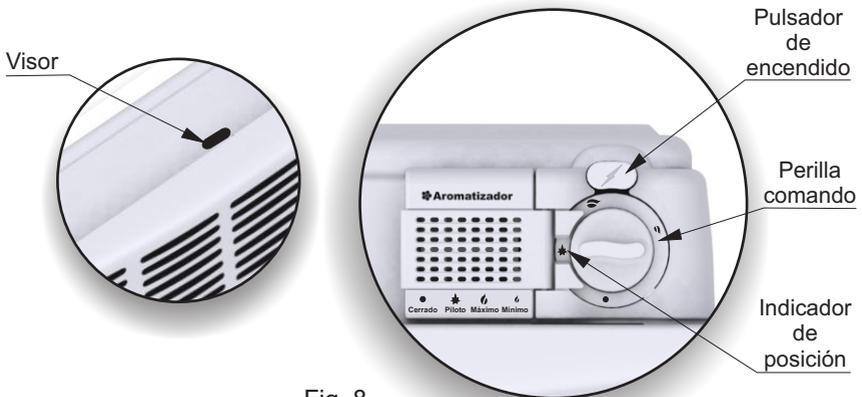

Fig. 8
INSTRUCCIONES DE ENCENDIDO (fig. 8)
- Presione a fondo la **perilla comando** (Fig.8) en la posición ● (Cerrado) y gírela hasta que el símbolo ★ (Piloto) quede alineado con el indicador de posición (Fig. 8).